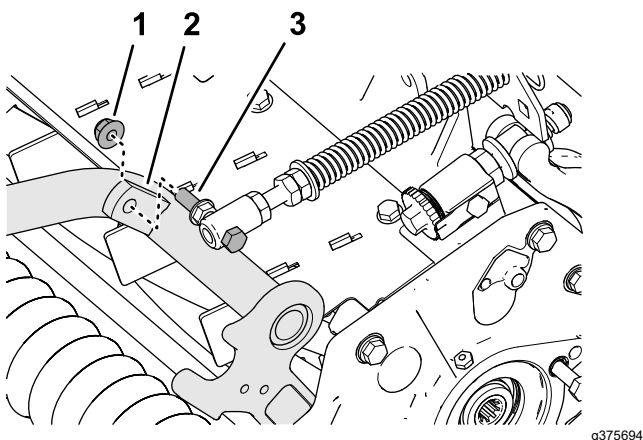

Рисунок 20
- Установите колпачковый винт пружины компенсации состояния грунта на правый выступ несущей рамы (Рисунок 20) с помощью фланцевой контргайки ($\frac{3}{8}$ дюйма).